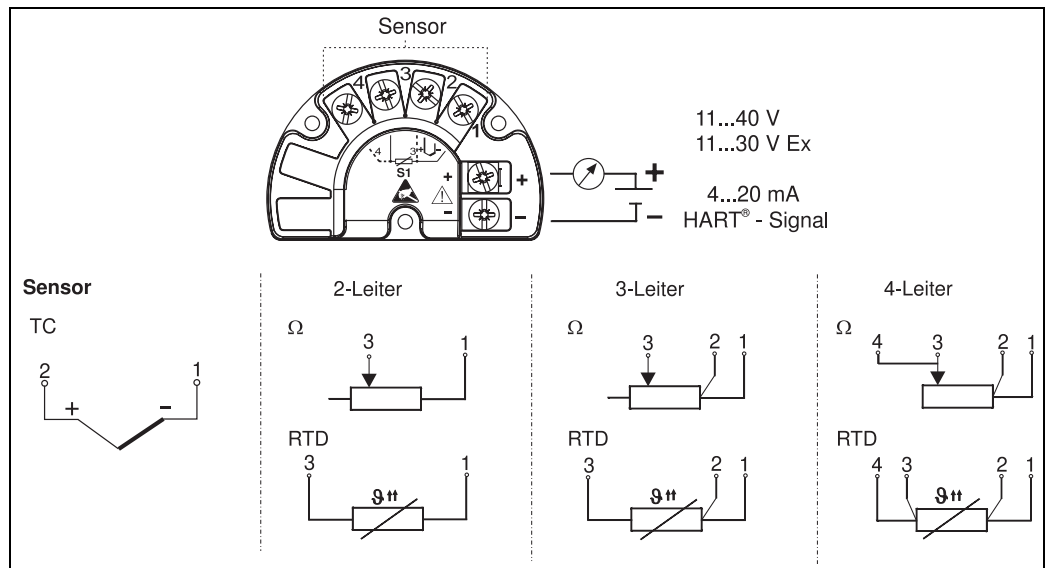

Abb. 5: Verdrahtung des Feldtransmitters
7. Schließen Sie die Leitungen an (→ Abb. 5).
Ist die Klemmenbelegung richtig? Vergleichen Sie das Anschlussschema vom Klemmenblock oder → Abb. 5.	siehe Anschlussschema am Gehäuse